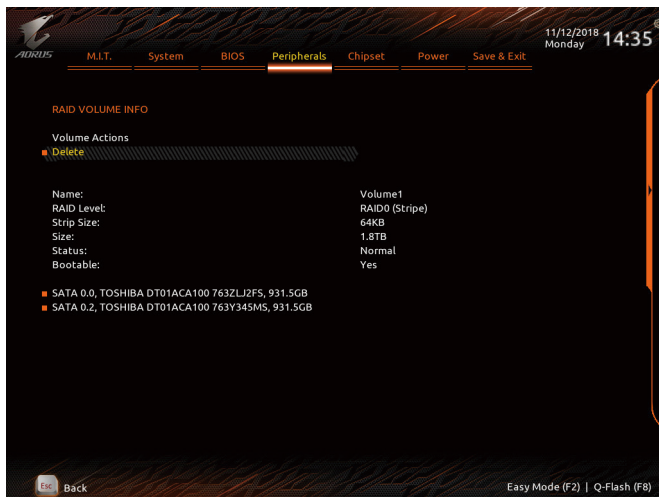

图11
完成后画面将恢复「Intel(R) Rapid Storage Technology」画面, 即可在「RAID Volumes」处看到建立好的磁盘阵列。若要检视更详细的数据, 可在该磁盘阵列上按<Enter>键, 即可看到例如磁盘阵列模式、区块大小、磁盘阵列名称及磁盘阵列容量等信息(图11)。